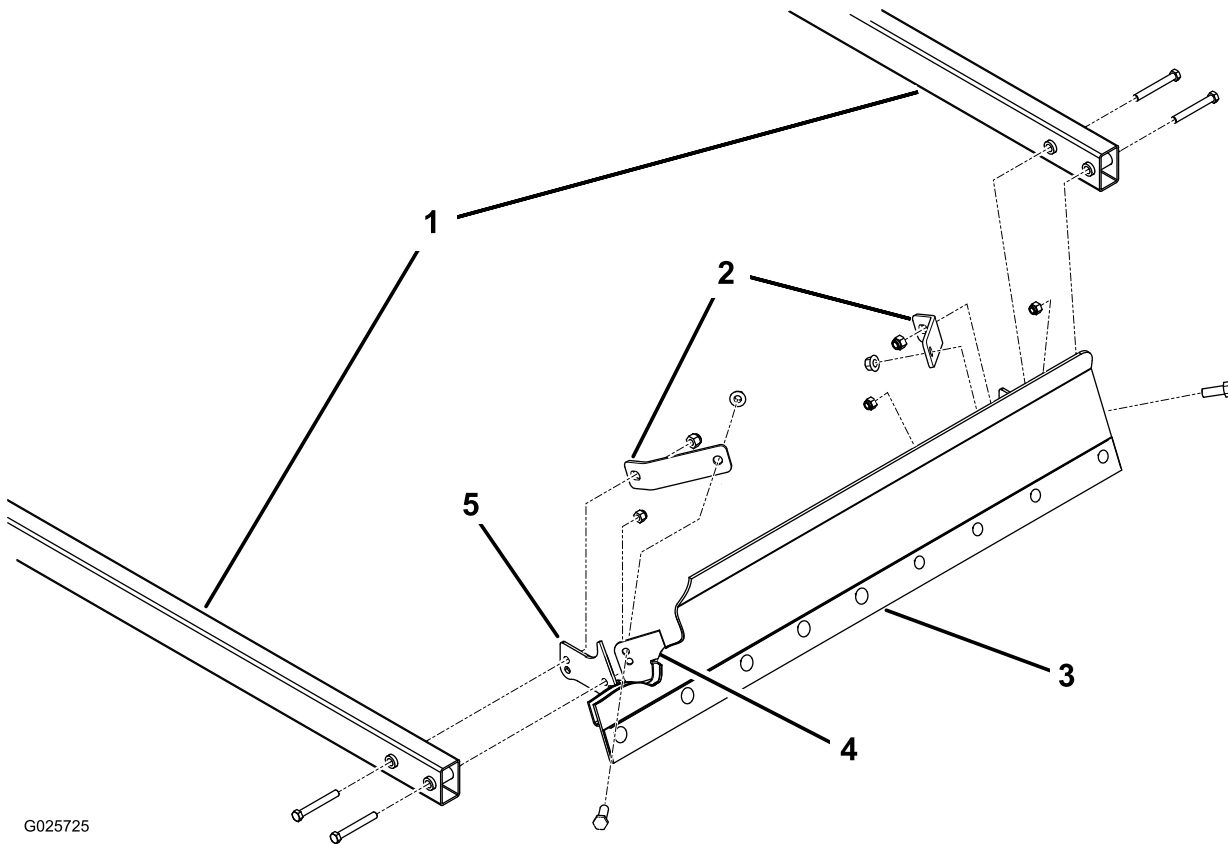

图 24
**注意** 如图 24 所示调整撑板位置。
2. 使用 4 个螺栓  $\frac{3}{8}$  x 3 英寸和 4 个锁紧螺母  $\frac{3}{8}$  英寸将提升臂的前部松散地固定到刀片安装支架和撑板上请参阅图 24。
**注意** 使用刀片安装支架上的上安装孔可以让刀片操作更加激进图 24。
3. 将刀片放在水平面上拧紧将提升臂固定到刀片的紧固件图 24。